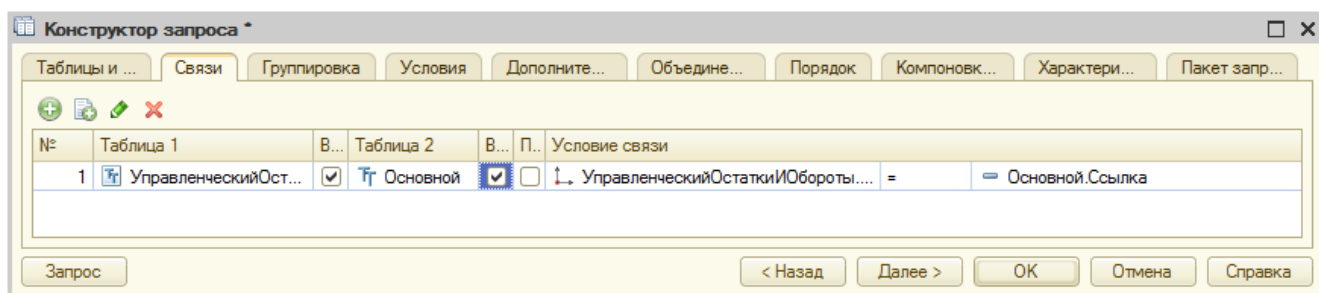

Рисунок 24.3 - Условие связи таблиц отчета ОСВ
4. Перейдем на закладку **Связи** и укажем, что из таблицы **Основной** мы будем выбирать все записи, а из таблицы регистра – только те, которые соответствуют условию связи (рисунок 24.3).